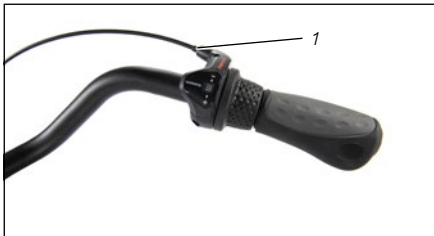
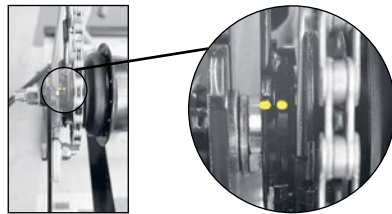

Abb.:56
Abb.:58
Lenkergriff (siehe „Abb.:56“) nach rechts oder links, bis die gelbe Markierung exakt zwischen den Begrenzungslinien ist.
3. Drehen Sie dazu die Stellschraube beim Lenkergriff (siehe „Abb.:56“) nach rechts oder links, bis die Markierungen an der Hinteradnabe im Sichtfenster („Abb.:58“) genau gegenüberstehen und eine Linie bilden.